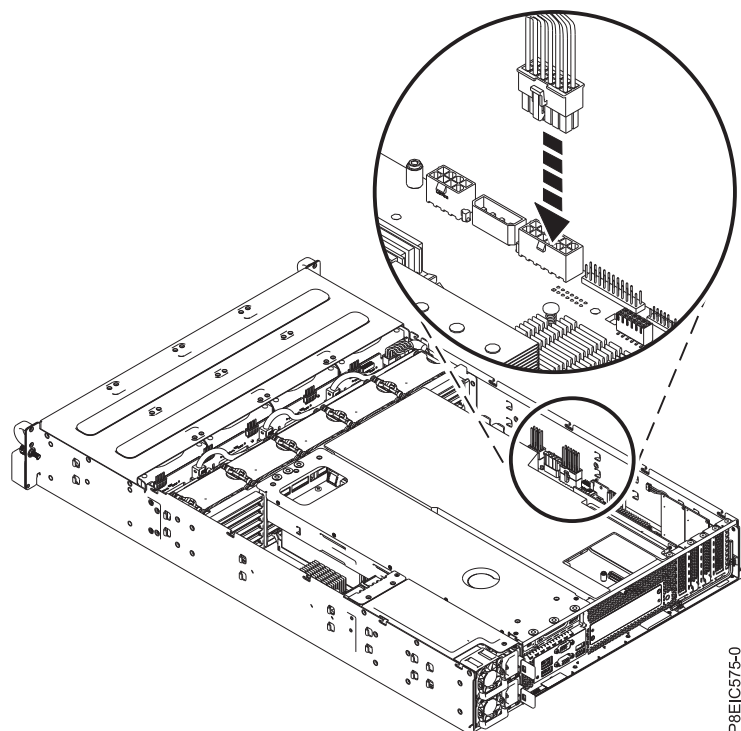

図 87. 前面ドライブ電源ケーブルの接続
20. システム・バックプレーンの前面ドライブ電源ケーブルを再取り付けします (図 87 を参照)。ケーブル・ラッチ・クリップがコネクタの所定の場所に収まったことを確認してください。